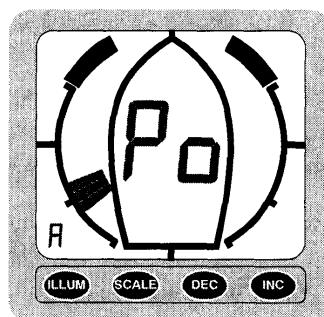

Figure 5 : mode configuration
- b) Naviguez maintenant aussi près du vent que possible, babord amure. Lorsque vous êtes satisfait de votre cap, appuyez sur la touche DEC. L'affichage de PO apparaitra, confirmant que l'angle de près babord amure est enregistré (fig.5). Si vous le souhaitez, la touche DEC peut à nouveau être utilisée pour modifier l'enregistrement de cet angle. PO reste alors affiché.